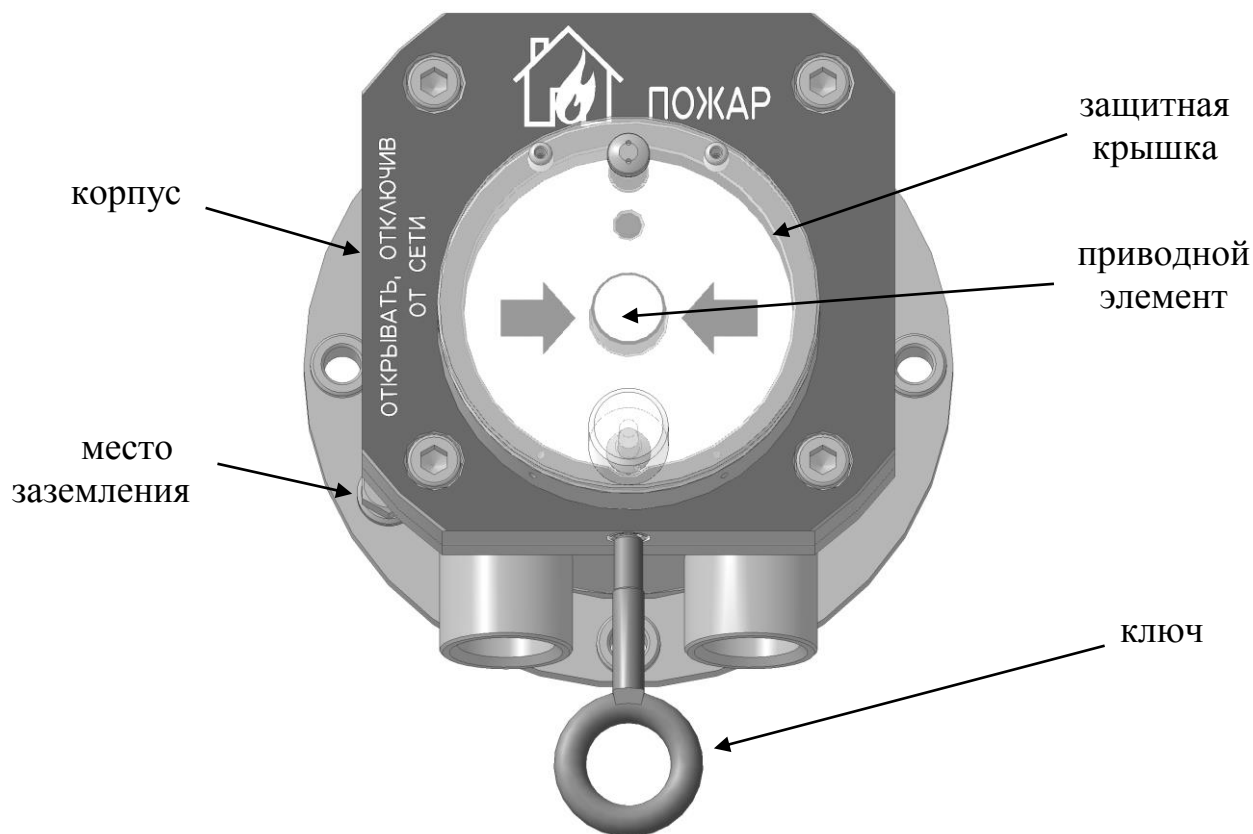

Рис. 2
- открыть поворотом вверх защитную крышку, рис. 2;
- в отверстие крышки извещателя (внизу) вставить специальный ключ и повернуть против часовой стрелки на несколько оборотов, рис.2;
- потянуть на себя специальный ключ, приводной элемент при этом перейдет в исходное состояние, рис.2.